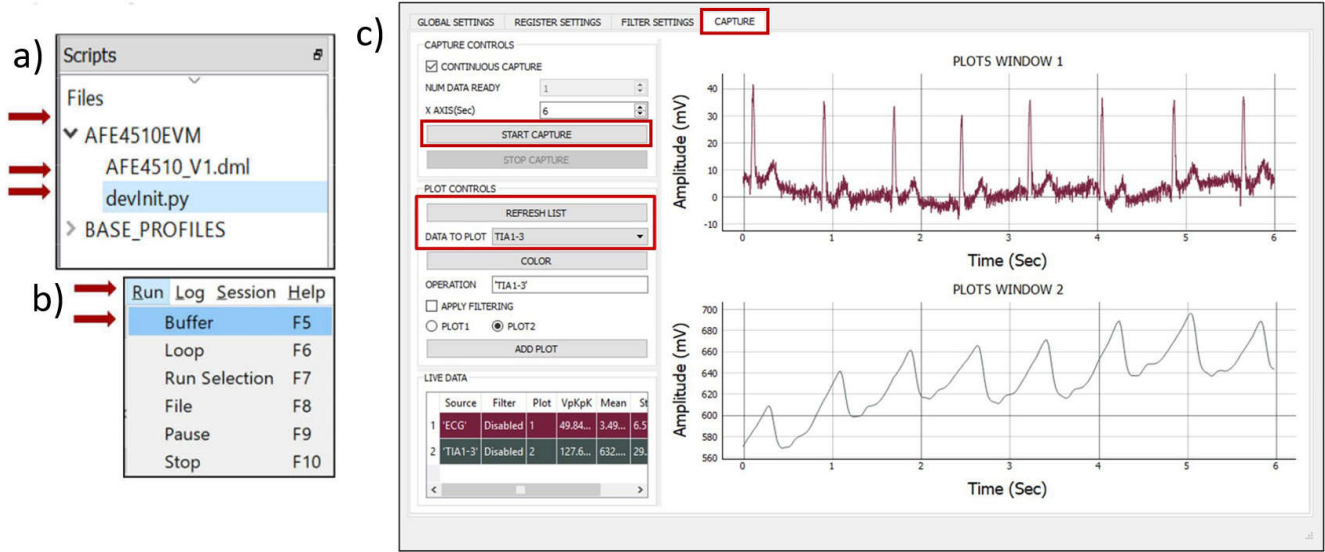

图 2-7. 运行 EVM 软件
7. 在特定于工程的配置文件（例如，AFE4510EVM >> GUI）中，转到 `devInit.py` 脚本文件并运行脚本（运行脚本的快捷键：F5），如图 2-7 (a) 和 (b) 所示，从而加载默认 EVM 配置。随即将打开一个 GUI 窗口，如图 2-7 (c) 所示，其中包含一些捕获控制项。点击 **Start Capture** 从 AFE 采集信号，如图 2-7 (c) 所示。